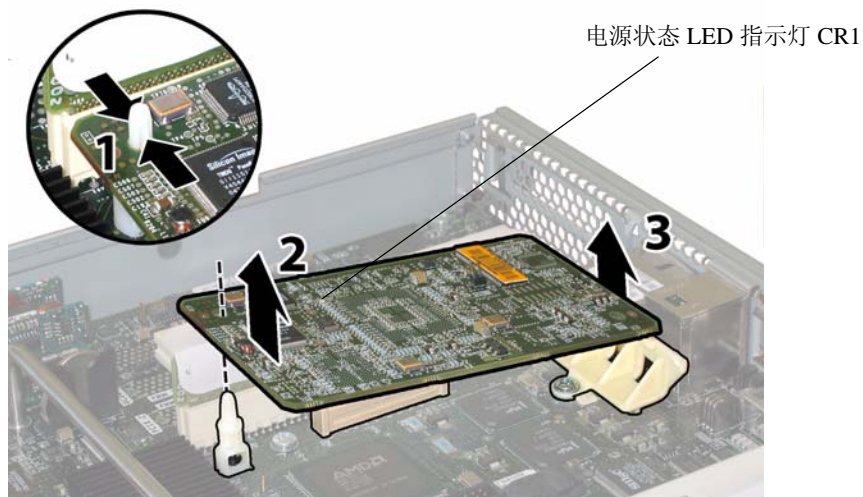

图 3-30 拆卸 GRASP 板
4. 用手夹住 GRASP 板上伸出的塑料支撑立柱，按下支撑立柱的锁固夹。请参见图 3-30。如果您尝试用手指按下锁固夹时比较难以操作，可使用小号尖嘴钳。